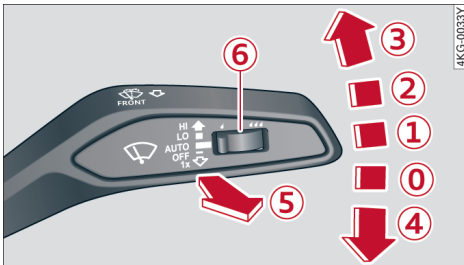

图 47 操纵杆：雨刮器
- ▶ 关闭点火开关，将车窗玻璃雨刮器操纵杆置于位置④⇒ 50 页，图 47，直到车窗玻璃雨刮器进入雨刷更换位置。
- ▶ 要将雨刮器置于起始位置时，请打开点火开关并将雨刮器操纵杆把定在位置④上，直到雨刮器回到起始位置或开车将车速提高到 12 公里/小时以上。
- ▶ 关闭雨刮（位置①⇒ 50 页，图 47）。